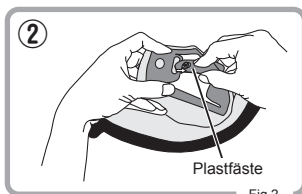

Fig.2
- 2 Ta ut plastfästet på kindvadderingsens baksida som det visas i Fig.2.